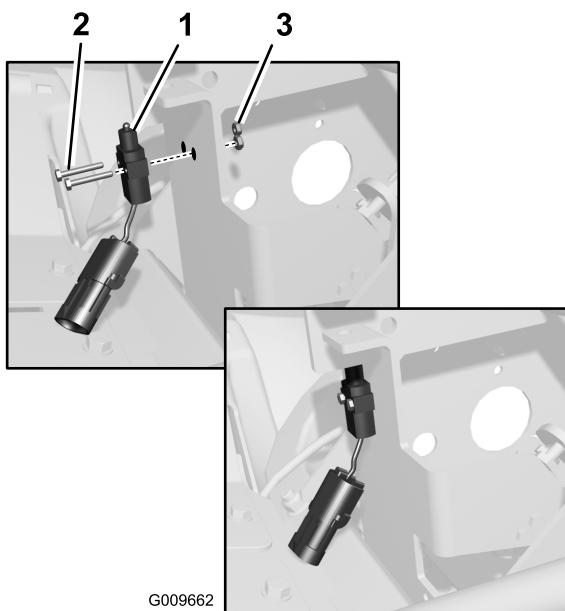

Figura 9
1. Instale el interruptor del freno en el conjunto del pedal usando dos tornillos Nº 6 y contratuercas (Figura 9).